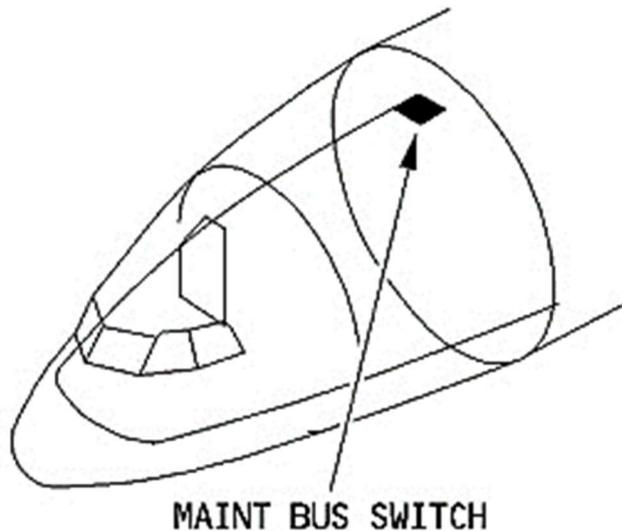

Рис. 1.7. Расположение выключателя MAINT BUS.
1.2.4. На потолке перед входом в кабину (рис.1.7.) размещена панель автоматов защиты (Circuit breaker panel 5001VE), на которой установлен выключатель MAINT BUS.